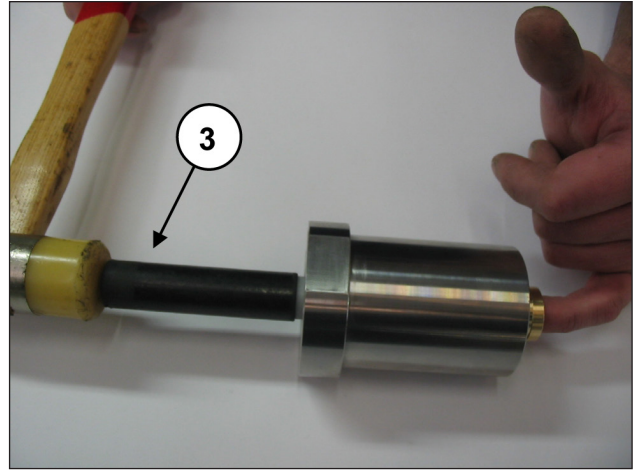
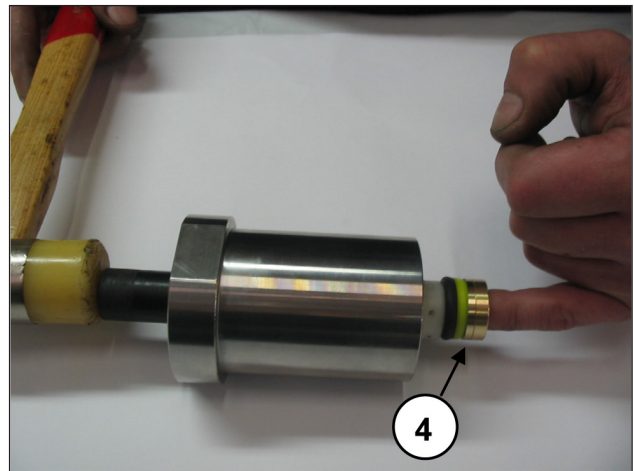

Fig. 52
Fig. 53
- Chemise désassemblée du support des joints, utiliser une goupille en plastique ③ comme le montre la Fig. 52 pour chasser le lot HP (haute pression) ④ comme le montre la Fig. 53.
**Remplacer le lot HP ④ Fig. 53 chaque fois que l'on procède au démontage.**